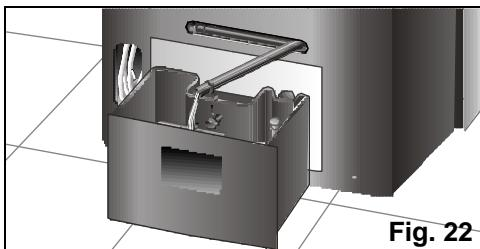

Fig. 22
- ❑ Antes, esvaziar a água de condensação que se encontra no depósito interno, retirando do seu alojamento o tubo de evacuação de água e desmontando o tampão, Fig. 22, para evacuar a água que se formou. Para isso deverá colocar um recipiente (ou o depósito extraível do equipamento) na saída do tubo de evacuação de água para apanhar a água condensada ou dirigir esse tubo para um escoamento próximo. Depois de ter esvaziado o depósito, não se esqueça de colocar o tampão e o tubo no seu alojamento.